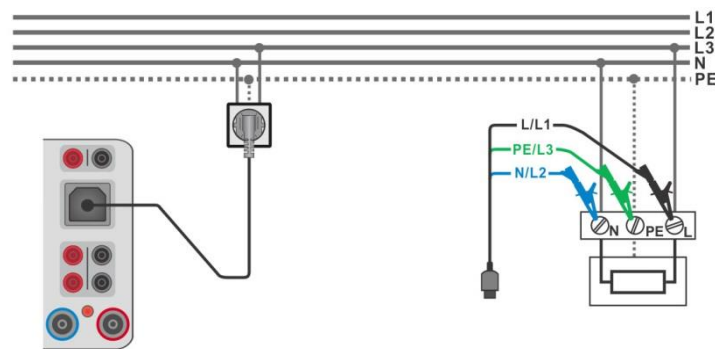

Abbildung 6.108: Anschluss des Commander-Prüfsteckers oder des 3-Leiter Prüfadapters
- › Verbinden Sie das 3-drahtige Prüfkabel oder das Steckerprüfkabel mit dem zu prüfenden Objekt, siehe **Abbildung 6.108**.